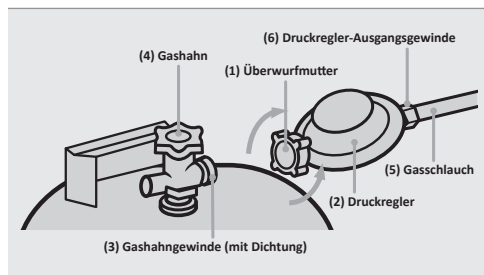

Abb.1: Montage des Druckreglers
2. Verbinden Sie den Druckregler mit der Gasflasche, indem Sie die Überwurfmutter (1) des Druckreglers (2) durch Linksdrehung (**von Hand**) auf das Gashahngevinde (3) schrauben (siehe Abb. 1) und fest anziehen.
4. Verbinden Sie den Druckregler mit der Gasflasche, indem Sie die Überwurfmutter (siehe Abb. 1, Nr. 1) des Druckreglers (siehe Abb. 1, Nr. 2) durch Linksdrehung (von Hand) auf das Gashahngewinde (siehe Abb. 1, Nr. 3) schrauben (siehe Abb. 1) und fest anziehen.
- Deinstallieren Sie die Gasflasche indem Sie die Überwurfmutter (1) des Druckreglers (2) von Hand durch Rechtsdrehung vom Gashahngewinde (3) abschrauben (siehe Abb. 1).